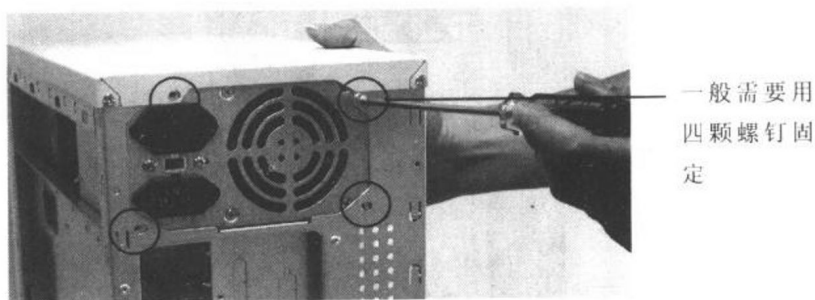

图 2-12 找出对应的螺钉（螺纹较宽）拧上
(7) 将机箱后方电源与机箱连接部分的螺钉拧上，如图 2-12 所示。